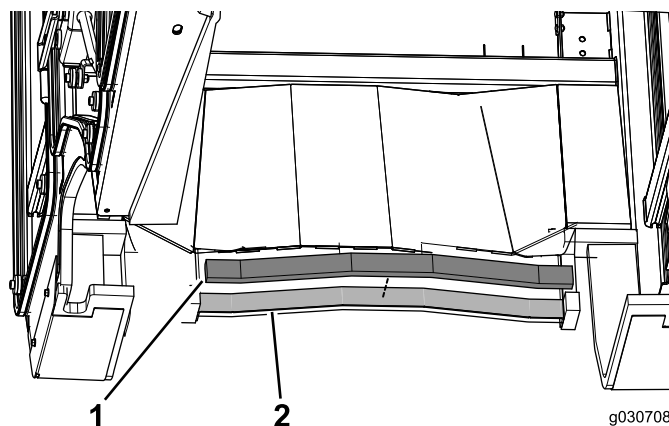

Figura 15
3. Aplique el burlete de espuma trasero a la parte trasera de la cabina (Figura 15).